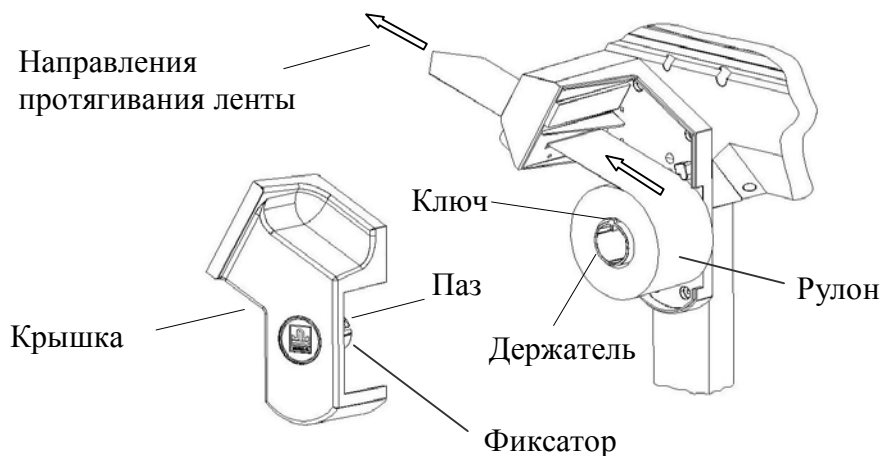

Рисунок 6.6 - Заправка рулона с этикетками
- рукой взяться за крышку печатающего устройства, и легким рывком снять ее (рис. 6.6);
- надеть рулон на держатель (рис. 6.6);